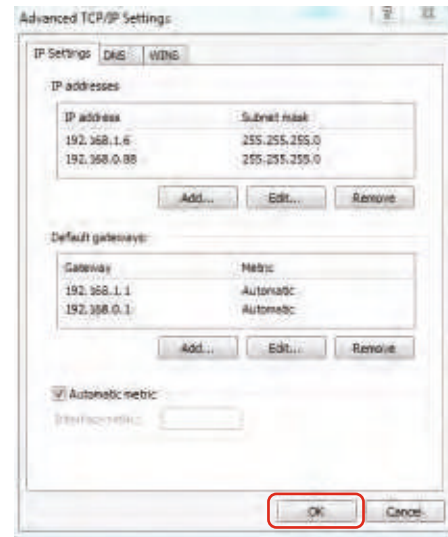

Fig. 6.12
- (6) Ritornare in "Advanced TCP/IP settings" premere OK (Vedere Fig. 6.12).